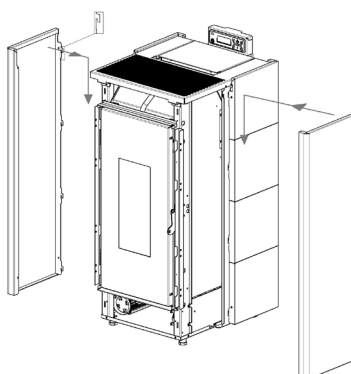

Fig. 39 - Monter panelerne på siderne
- Hæng de farvede paneler på: Placer den forreste side i skinnerne på oven, og fastgør derefter bagpå med hægterne (se **Fig. 39**).